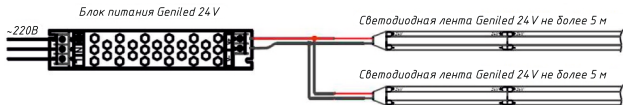
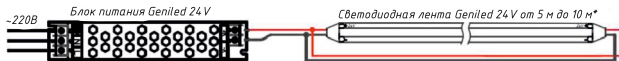

Рисунок 7 – Параллельное подключение.
Рисунок 8 – подключение методом «кольцевание».
5.8. Для подключения более 5 метров ленты необходимо выполнить параллельное подключение дополнительной ленты к блоку питания (см. рисунок 7). Либо подключите ленту с двух сторон к блоку питания («кольцевание») (см. рисунок 8).